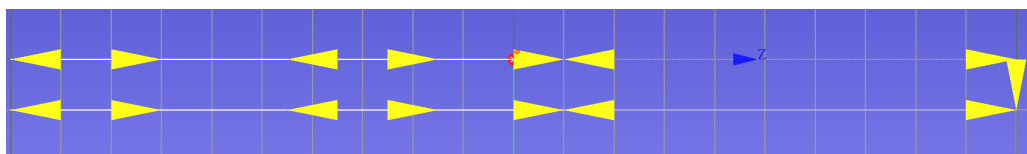

Рис. 2.15.5: Демонстрация цикла G81 с параметром K в режиме G90
**Пример** использования цикла G81 с параметром K при G90 (рис. 2.15.5):